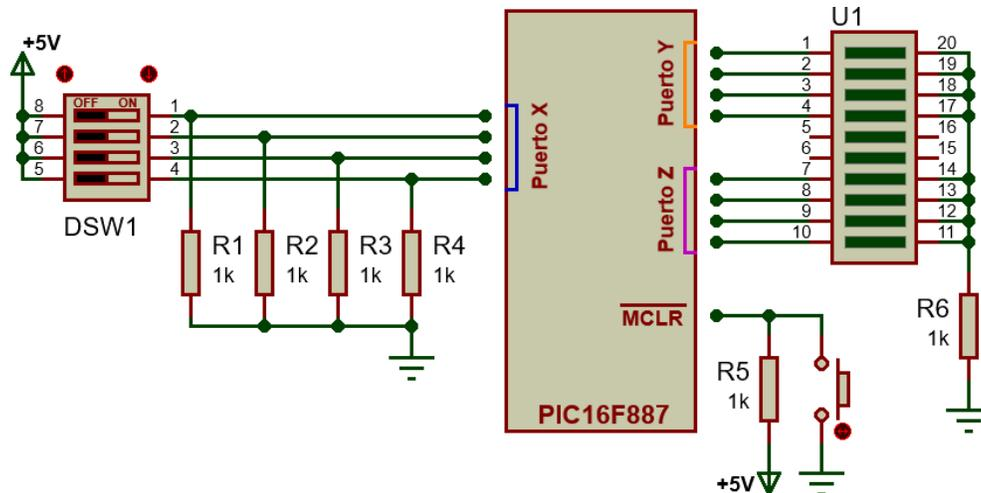

Figura 2.3. Diagrama del circuito.
2. Proceda a armar el circuito en la protoboard de acuerdo con el diagrama de la figura 2.3 y los puertos elegidos al desarrollar el código, programe el microcontrolador y verifique que realice la lectura y escritura de puertos correctamente. Anote sus observaciones.